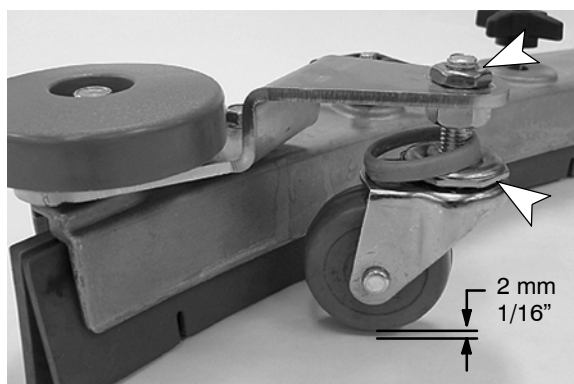

FIG. 62
1. Pour vérifier le bon réglage du bloc de racloir, retirez le bloc de racloir de la machine et placez-le sur une surface égale. Mesurez la distance entre la roulette et la surface. Cette distance doit être environ 2 mm (Figure 62).
2. Pour régler la hauteur de roulette, desserrez l'écrou supérieur et retirez le carter en plastique du roulement pour accéder à l'écrou de réglage. Tournez l'écrou de réglage jusqu'à ce que vous obteniez le bon réglage (Figure 62). Après le réglage, resserrez l'écrou supérieur et remplacez le carter en plastique du roulement. Répétez l'opération pour l'autre roulette.